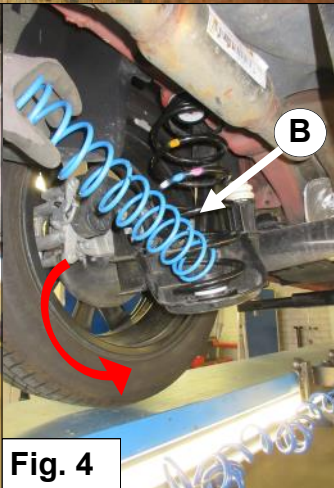

Fig. 4
8. Kippen Sie Hilfsfeder **B** in der Hauptfeder. *Siehe Fig. 4.*